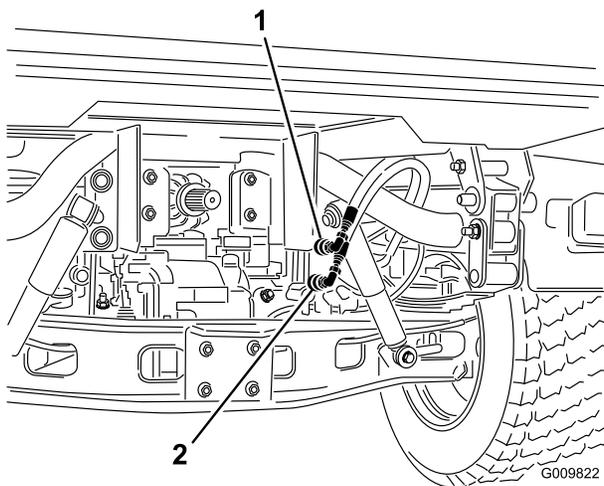

Bild 16
2. Schließen Sie an Fahrzeugen mit Seriennummern 240000001 und höher die zwei Hubzylinderschläuche von den Schläuchen ab, die an der Kupplungshalterung angeschlossen sind (Bild 16). Setzen Sie die Kappen in die Schnellkupplungen des Zylinderschlauchs.